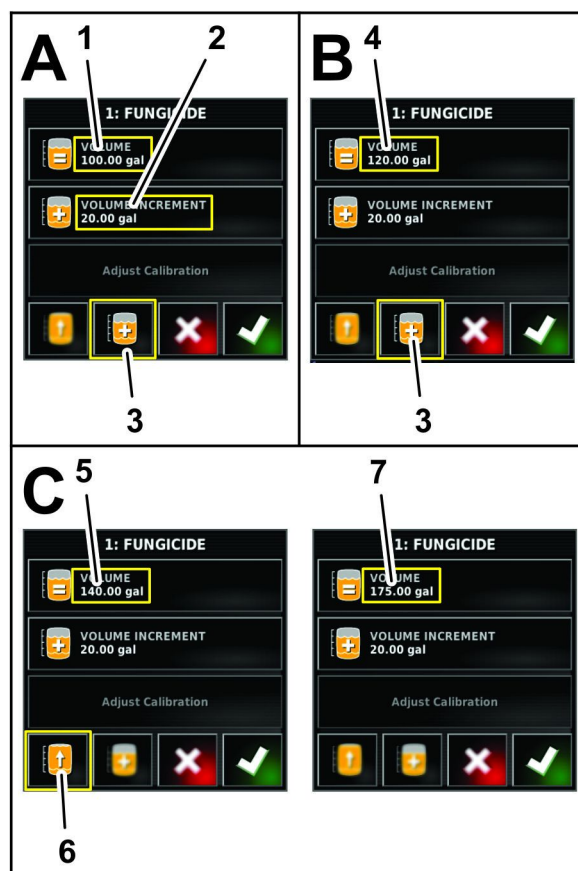

Figura 40
4. Caso sejam adicionados produtos químicos em água por incrementos, pressione o ícone INCREMENTO DE VOLUME (Figura 40).
5. No teclado numérico do display, digite o volume do incremento de produto (p. ex. produtos químicos em água) que será adicionado reservatório e, em seguida, pressione o ícone confirmar (**Figura 40**).
6. Caso sejam adicionados produtos químicos em água por incrementos, adicione o produto no reservatório e pressione o ícone QUANTIDADE INCREMENTAL DE PRODUTO (**Figura 40**).
Nota: Se está a encher o depósito até à sua capacidade com um produto ou água, pode pressionar o ícone de ENCHER DEPÓSITO ATÉ CAPACIDADE (**Figura 40**).